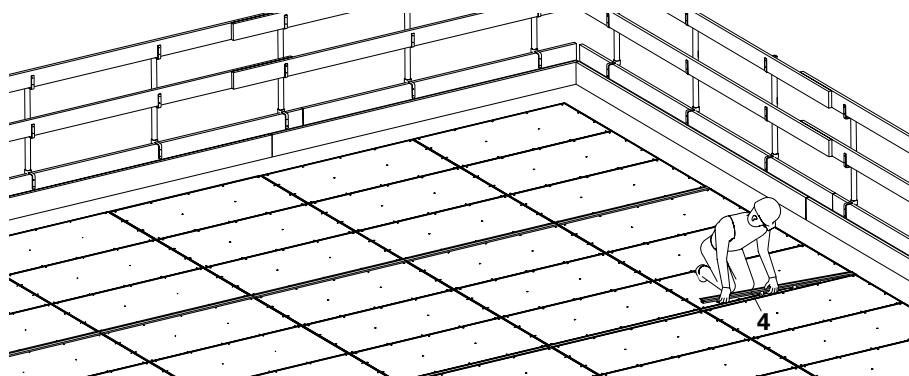

Fig. A4.19
3. Colocar os tapa juntas SAL (4). (Fig. A4.19)